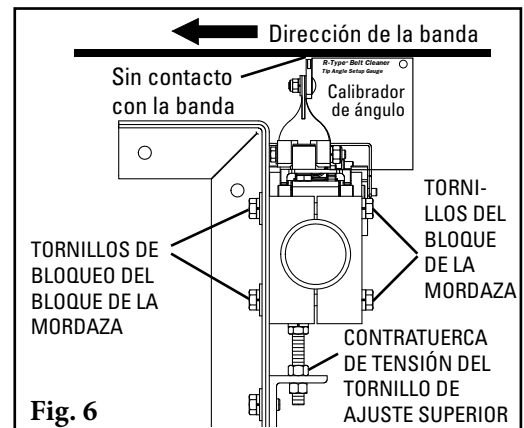

Fig. 6
Con el calibrador de ángulo que se proporciona, gire las puntas al ángulo preestablecido (Fig. 6) y bloquee el eje en su lugar apretando igualmente los tornillos del bloque de mordaza.
**NOTA:** Asegúrese de que NO haya contacto entre la hoja y la banda mientras hace esta alineación. Si hay contacto, baje el eje al aflojar los tornillos de sujeción del bloque de mordaza y levantando la contratuerca de tensión del tornillo de ajuste superior (Fig. 6). Cuando las puntas ya no hagan contacto con la banda, repita este paso.
Jale la punta exterior hasta que se interrumpa el contacto de la hoja a la banda y suelte. Si el limpiador tiene la tensión correcta, la hoja completa de la hoja adyacente se podrá ver (Fig. 6). Si no, agregue (o reduzca) la tensión haciendo ajustes de 1/2 giro en el tornillo de ajuste como se describe en el Paso 6 hasta que la hoja adyacente se pueda ver.